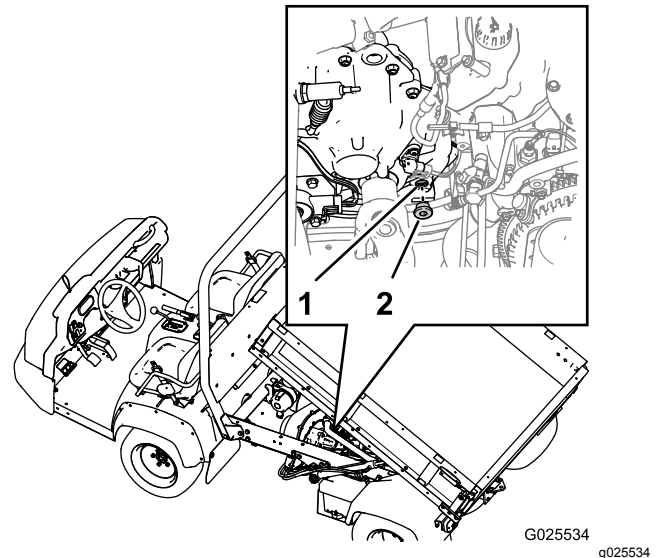

Figura 57
1. Posizionate il tappo di riempimento nell'area interna inferiore dietro la trasmissione (Figura 57).
3. Ruotate il tappo in senso antiorario e rimuovetelo dal foro di riempimento nella trasmissione (Figura 57).
4. Se il livello del fluido della trasmissione è basso, aggiungete il relativo fluido del tipo specificato nella trasmissione attraverso il foro di riempimento, in modo che il livello del fluido sia a filo con la base della filettatura nel foro (Figura 57).
- Montate il tappo di riempimento sulla trasmissione e serratelo manualmente (Figura 57).